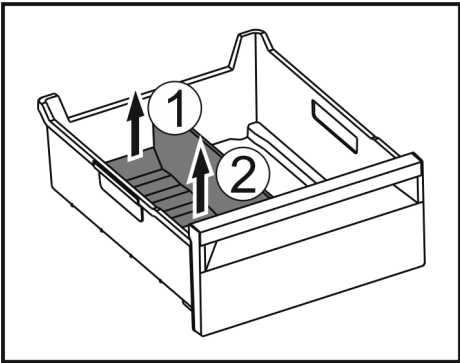

Fig. 116
► 提升冰格分隔器后部。 Fig. 116 (1)
► 向上取出冰格分隔器。 Fig. 116 (2)